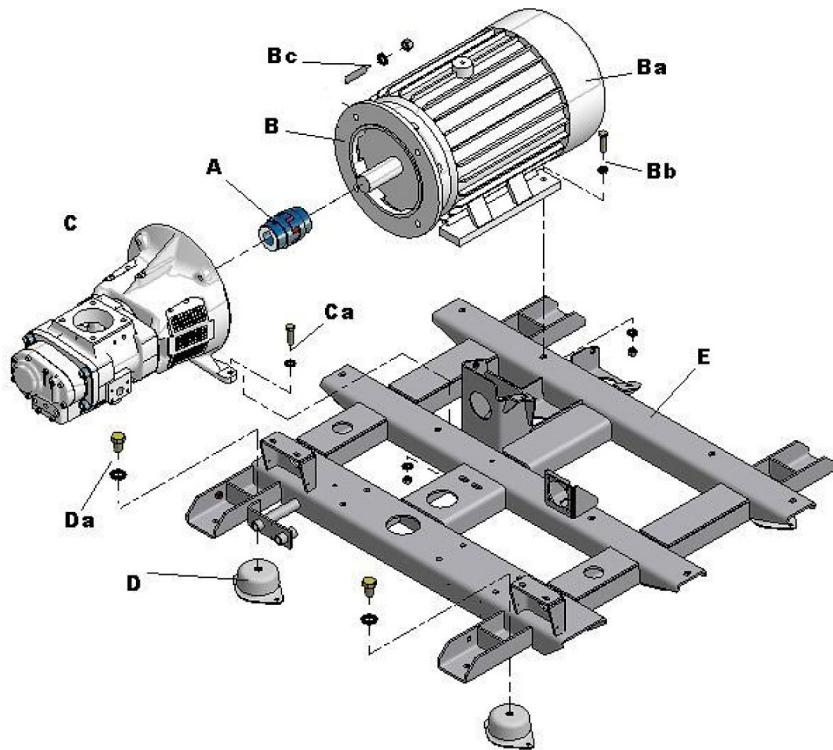

Рисунок 8-3 – ЭЛЕМЕНТЫ КРЕПЛЕНИЯ КОМПРЕССОРА, ДВИГАТЕЛЯ, РАМЫ
- При посадке втулки на вал с натягом компрессор должен быть отделен от двигателя; продолжить следующим образом - см. Рисунок 8-3, где показаны основные подробности: